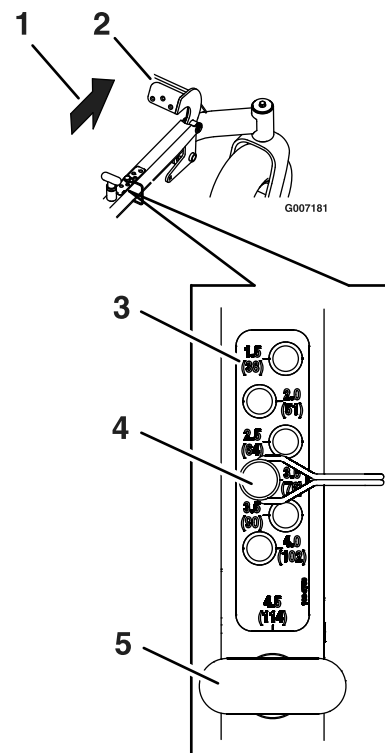

Figure 16
1. Relevez le plateau à la position de transport (hauteur de coupe 114 mm) en poussant le levier au pied vers l'avant (Figure 16). La goupille de transport rappelée par ressort s'engage automatiquement et s'enclenche en place.